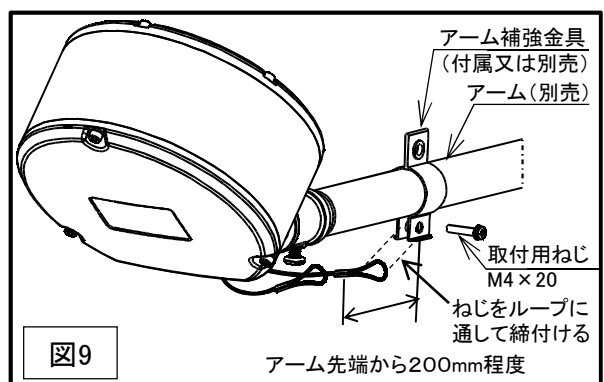

図9
- ⑧ アーム補強金具(付属又は別売)を使用して落下防止ワイヤを固定してください。(図9)